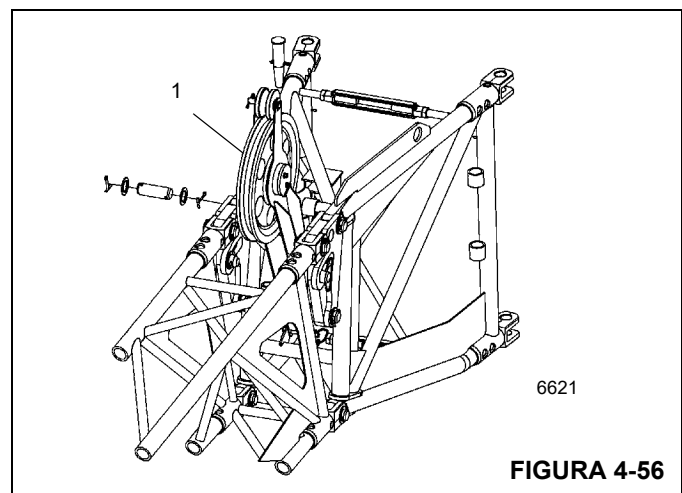

FIGURA 4-56
En la sección de 33 pies (10.1 m) hay una polea deflectora en la parte trasera (1) (Figura 4-56). Despliegue la polea deflectora si el ángulo de descentramiento de la extensión de pluma mide 20° ó 40°.